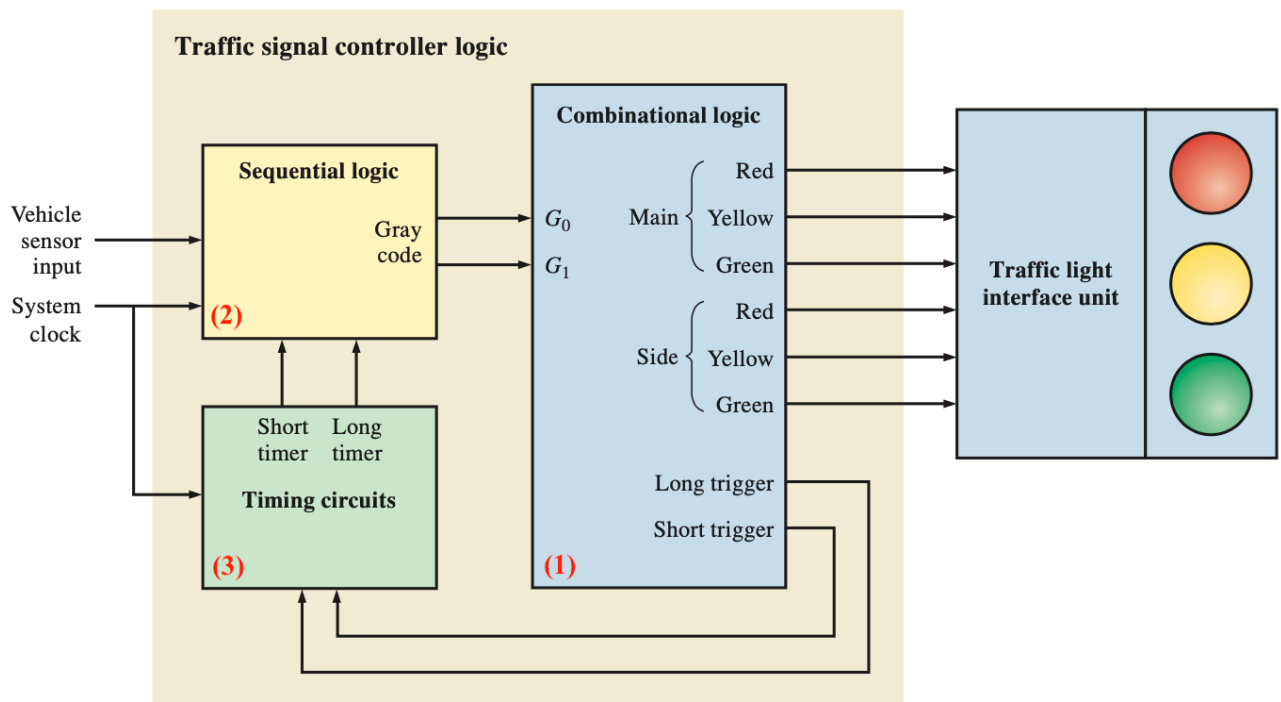
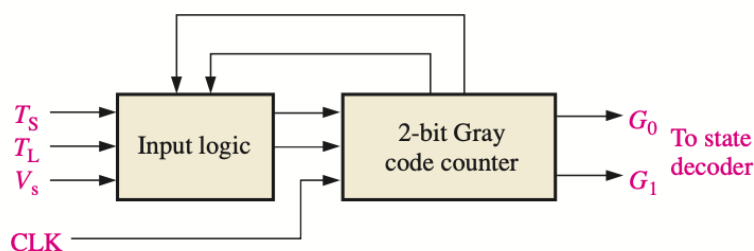
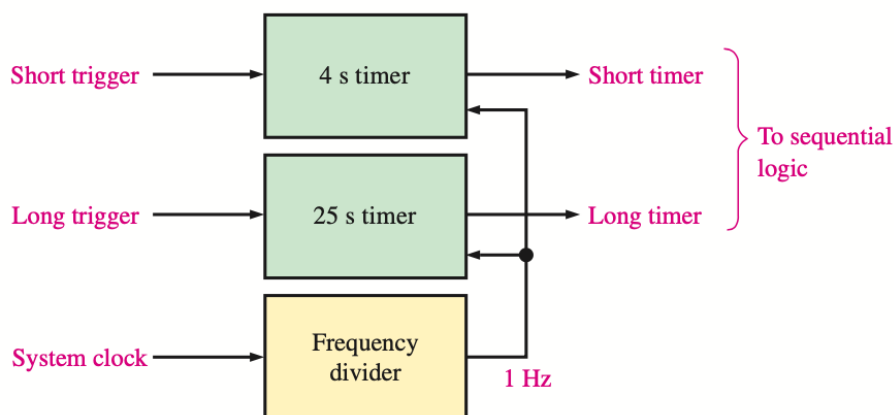

Figura 3 – Diagrama de blocos [1]
Figura 6 – Diagrama de blocos da lógica sequencial [1]
Figura 7 – Diagrama de blocos dos circuitos de temporização [1]
O controlador é composto por 3 blocos: (1) lógica combinacional, (2) lógica sequencial e (3) circuitos de temporização, conforme mostra a Figura 3.
Os códigos de Gray da sequência de estados são produzidos pelo bloco (2) da Figura 3, com base nas entradas dos circuitos de temporização (T_S e T_L) e no sensor de veículos da Rua Lateral (V_S), conforme mostra a Figura 6.
O bloco (3) da Figura 3 fornece as saídas de 25 s e 4 s. Nesse caso, é necessário usar um divisor de clock para gerar a frequência de 1 Hz (Figura 7).